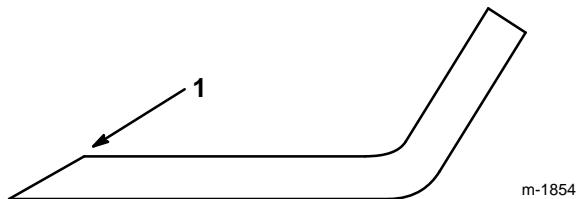

Figure 17
1. Au moyen d'une lime, aiguiser les arêtes de coupe aux deux bouts de la lame (Fig. 17) en veillant à conserver l'angle de coupe d'origine. Limer la même quantité de métal sur chacune des deux arêtes pour ne pas déséquilibrer la lame.